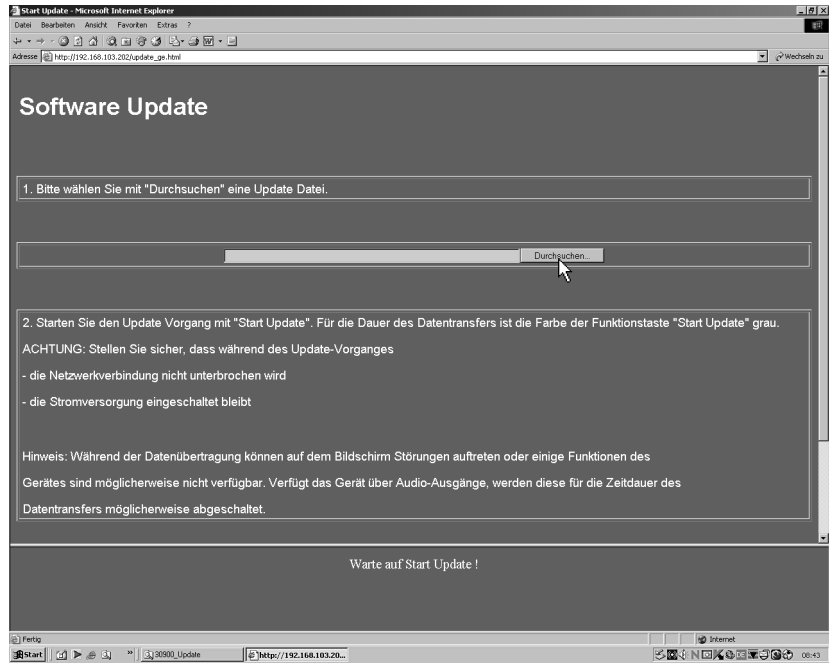

Bild 5-11: Anzeige der Software-Update-Seite („Durchsuchen“)
- Klicken Sie auf den Menüpunkt „Durchsuchen“ (siehe Bild 5-11).
13. Klicken Sie auf die Schaltfläche „Durchsuchen“ (siehe Bild 5-11) und wählen Sie, wie in Schritt 4 in diesem Abschnitt beschrieben, nun die **vierte** Datei „**p30900_xxxxxx_CONF**“ aus. Wiederholen Sie die Schritte 4 bis 8 nun mit der vierten Datei, bis deren Transfer abgeschlossen ist.